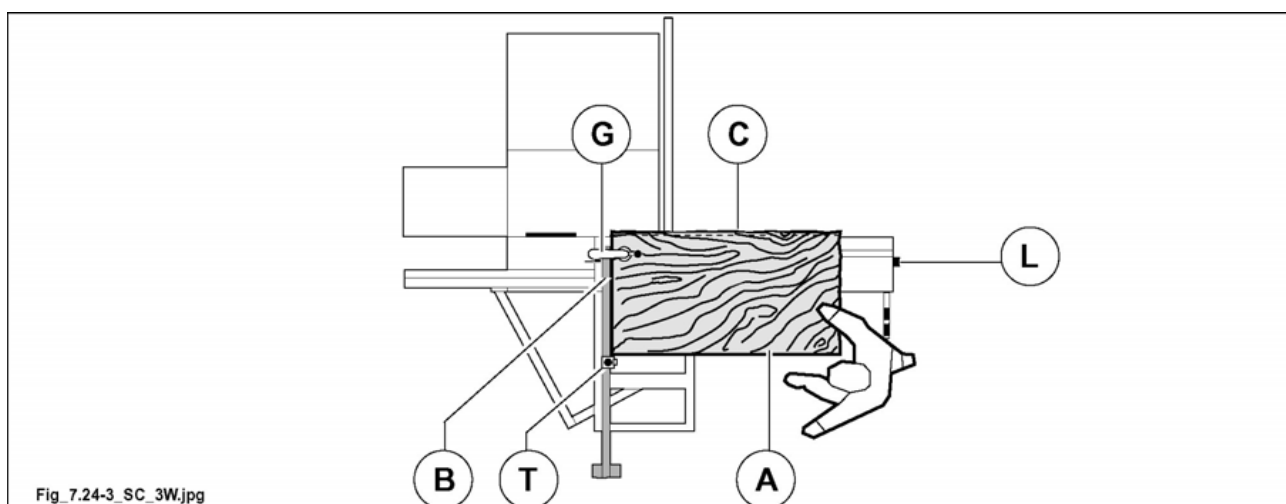

Fig. 7.24-3
- Styr vagnen till öppet läge enligt fig. 7.24-3 och lås med spaken (L fig. 7.24-3).
- Vrid träpanelen 90° igen och låt den sist renskurna sidan (B fig. 7.24-3) vila mot aluminiumhålllet; låt den andra renskurna sidan (A fig. 7.24-3) vila mot anhållets styrklack (T fig. 7.24-3) vid önskat skärmått; spänn fast med gällande spännanordning (G fig. 7.24-3) och utför skärningen (C fig. 7.24-3).